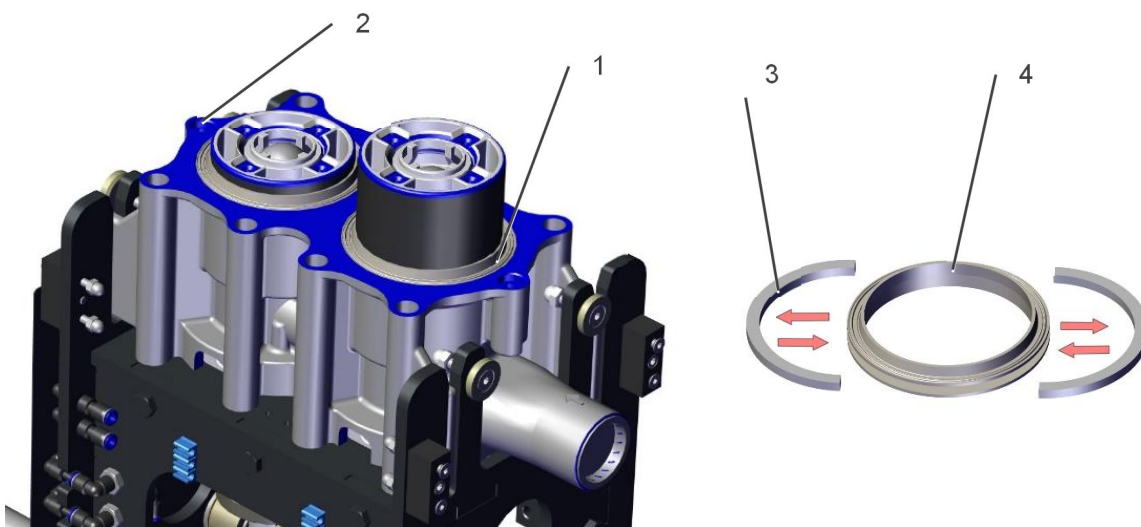

Abb. 5-5: Austausch der Kolbendichtungen
- Mit einem O-Ring-Haken oder vergleichbarem Werkzeug beide Verbundkolbendichtungen (1) entfernen (Abb. 5-5: Austausch der Kolbendichtungen).